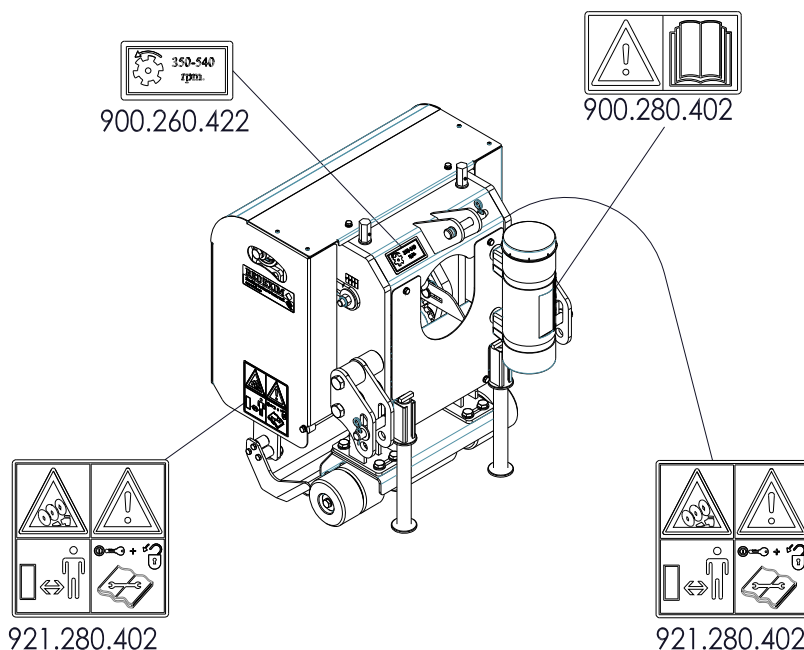

Fig. 5
De part et d'autre du TURF-CUTTER se trouve un autocollant de sécurité (Fig. 5) avec une signification concordante. Cet autocollant de sécurité doit être toujours bien visible et lisible et doit être remplacé lorsqu'il est endommagé.
(7) Emplacement des autocollants de sécurité. (Fig 5.)